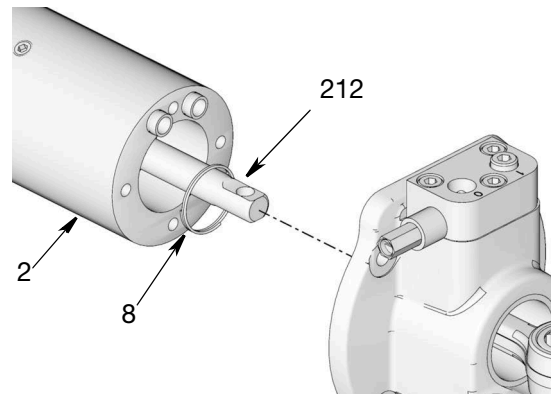

图 27
12. 将位移杆 (212) 与连杆 (102) 分离。将连杆部分 (102) 妥善放好，后面重新组装时会用到它 (图 27)。